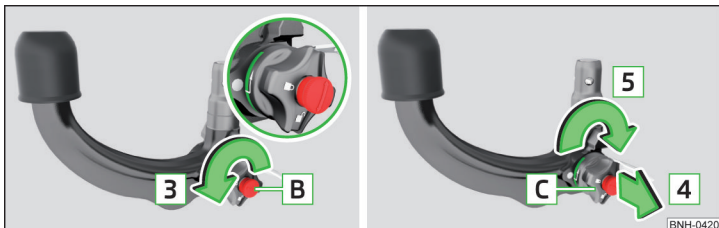

Fig. 131 Ajustar la posición de reserva
- > Gire la llave **B** hasta el tope en el sentido de la flecha **3** de manera, que la flecha en la llave muestra hacia el símbolo \square » fig. 131.